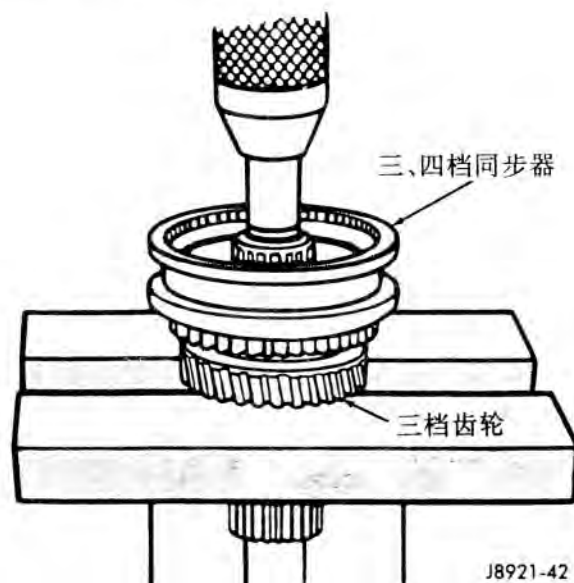

图 42 拆卸三、四档同步器和三档齿轮
(21) 从输出轴上压下三、四档同步器和三档齿轮 (图 42)。